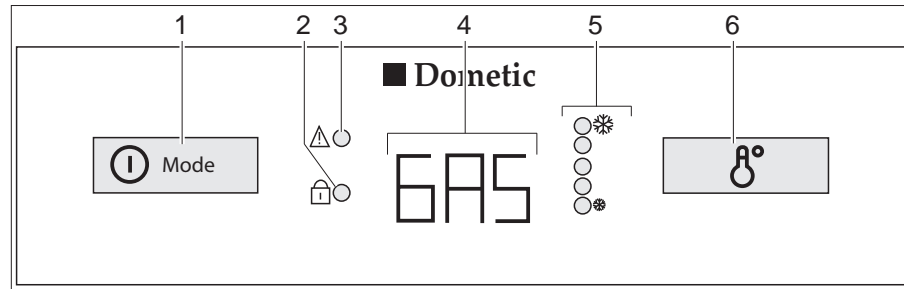

Bild 233 Bedienelemente für den Kühlschrank (Dometic 8er-Reihe mit AES)
Bei Störungen blinkt die Anzeige-LED Störung "⚠" (Bild 233,3).
Wenn die 230-V-Versorgung **nicht** angeschlossen und der Fahrzeugmotor **ausgeschaltet** ist, wählt das AES die Gasversorgung. Beim Anwählen des Gasbetriebs wird die Zündsicherung automatisch geöffnet, so dass Gas zum Brenner strömen kann. Gleichzeitig wird der elektronische Zünder eingeschaltet. Erlischt die Gasflamme, z. B. durch einen Luftzug, wird der Zünder sofort aktiviert und zündet das Gas wieder an. Bei Störung im Gasbetrieb blinkt in der Betriebsanzeige (Bild 233,4) der Text "GAS".
Nach dem Einschalten wählt der Kühlschrank automatisch die mittlere Thermostateinstellung. Diese Einstellung kann manuell mit dem Schalter für die Temperatureinstellung (Bild 233,6) nachgeregelt werden. Die Anzeige-LEDs (Bild 233,5) zeigen die gewählte Thermostateinstellung an. Mit dem Schalter wird die Kühltemperatur für alle drei Energiearten eingestellt. Es dauert einige Stunden, bis der Kühlschrank die normale Betriebstemperatur erreicht hat. Beim Umschalten der Betriebsart wird die Thermostateinstellung beibehalten. Die Kühltemperatur wird unabhängig von der Energieart beibehalten.
- Den Einschalter/Energie-Wahlschalter (Bild 233,1) 2 Sekunden lang drücken, um das Gerät einzuschalten. Die zuletzt gewählte Betriebsart wird in der Betriebsanzeige (Bild 233,4) angezeigt.
- Mit dem Einschalter/Energie-Wahlschalter (Bild 233,1) die Energieart wählen.
- Die Kühltemperatur am Schalter für Temperatureinstellung (Bild 233,6) einstellen. Die Anzeige-LEDs (Bild 233,5) zeigen die gewählte Thermostat-Einstellung.
- Den Einschalter/Energie-Wahlschalter (Bild 233,1) 2 Sekunden lang drücken. Alle Anzeigen erlöschen.